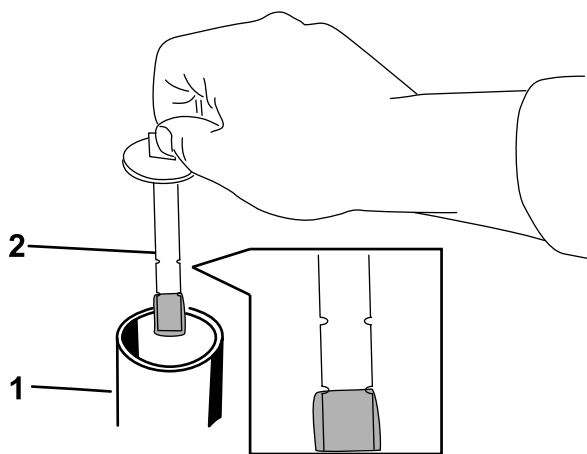

Рисунок 78
7. Снимите крышку заливной горловины и проверьте уровень жидкости с помощью масломерного щупа (Рисунок 78).